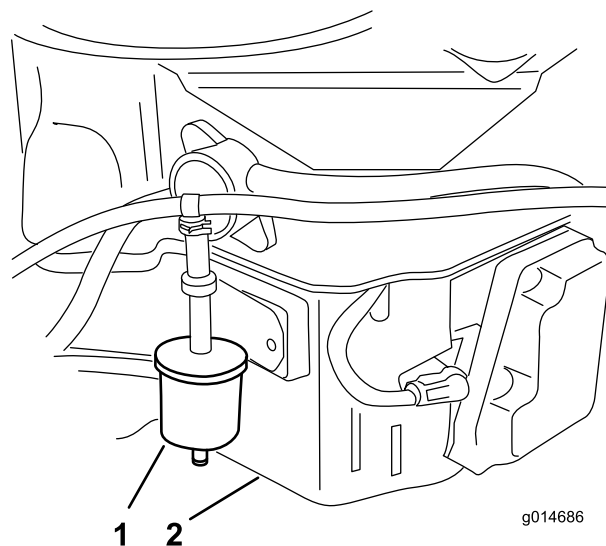

Figure 32
3. Déposez le filtre de mise à l'air libre de carburant existant (Figure 32).